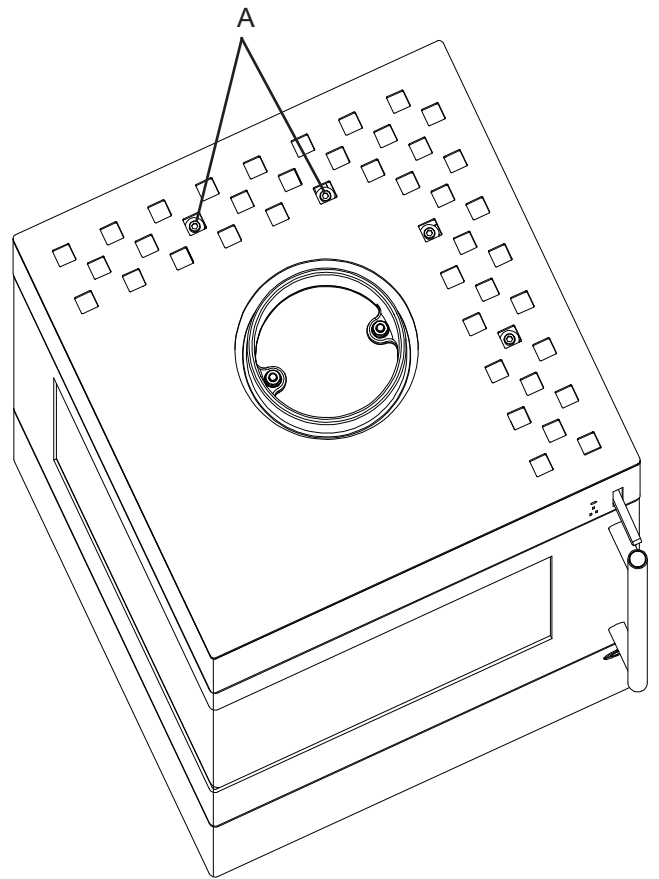

Fig.8
- Befestigungsschrauben (A) oben am Gerät lösen (max. 2 Umdrehungen, siehe Fig.8).